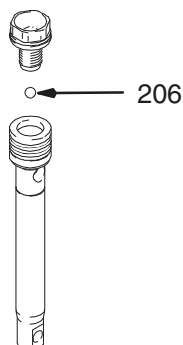

Fig. 14
Fig. 14. Indsæt kuglen (206) i stempelstangen. Hvis der påføres Loctite® på stempelventilens gevind, skal det sikres, at der ikke kommer noget på kuglen. Installer stempelventilen på stempelstangen.